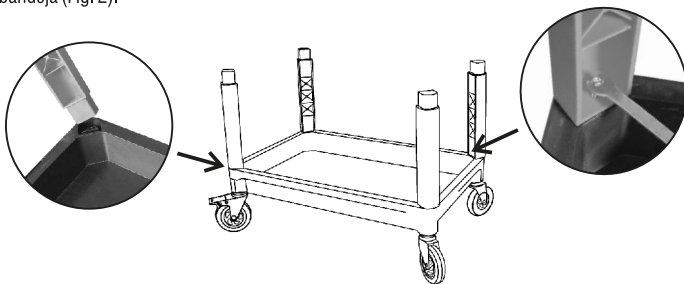

Fig. 2 - Montagem da parte inferior do equipamento
b) Com os rodízios montados na bandeja inferior, encaixe e parafuse as 4 hastes laterais na bandeja (Fig. 2).